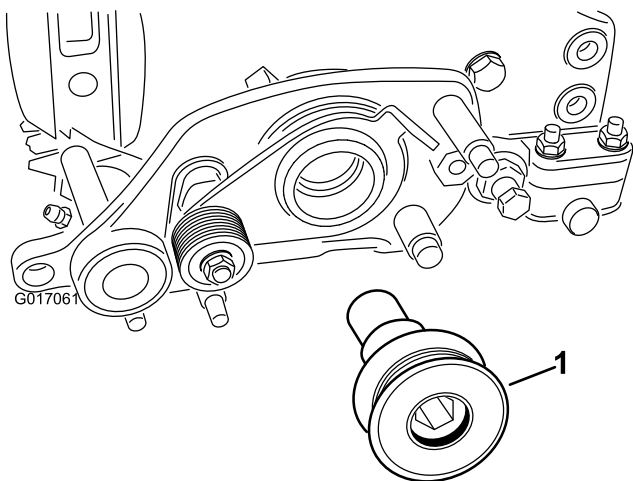

Рисунок 8
19. Закрепите ведущий шкив механической щетки на валу барабана (Рисунок 8). Затяните с моментом 170 Н•м.